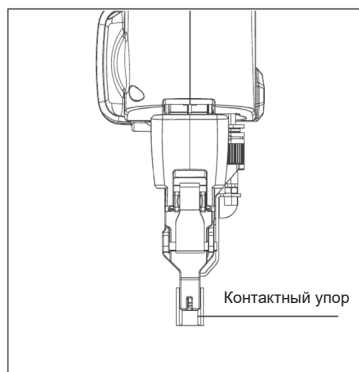

Рис. 3
- Проверьте свободный ход предохранительного контактного упора. Он должен перемещаться без заеданий и возвращаться в исходное положение под действием пружины (CNG 2050BL Рис. 3),(CNG 2032BL Рис. 4).